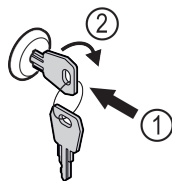

Fig. 192
- ▶ Πιέστε μέσα το κλειδί Fig. 192 (1).
- ▶ Περιστρέψτε το κλειδί 90° δεξιόστροφα Fig. 192 (2).